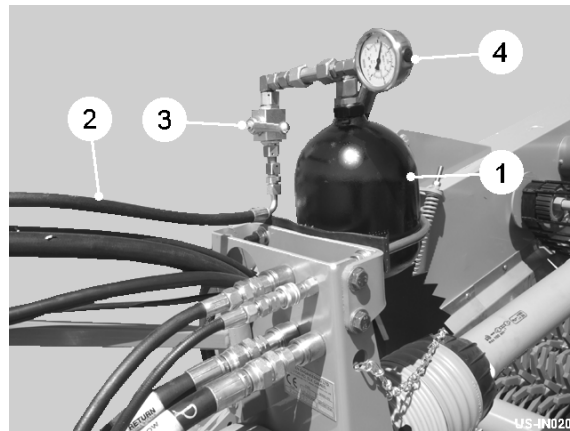

Fig 12
Dem hydraulischen Schock drawbar wird gepaßt, um die Maschine zu schützen, wenn in Erdebedingungen zu operieren, wo Blockieren begrub, vielleicht getroffen wird. Ein hydraulischer Zylinder innerhalb des drawbar setzte durch einen Akkumulator (item 1, fig 12) unter Druck. Das Design erlaubt es dem drawbar, sich um 200mm zu erstrecken. Nach 25mm von Bewegung aktiviert ein Nähsensor das Kontrollsystem, das gleichzeitig die Baggereinheit anhebt und den Querförderer und den Vari-Fluss stoppt. Nach Aktivierung, setzen Sie die maschinellen Elemente mit Hilfe des Kontrollkästchens fort. Der drawbar muß unter Druck vor dem Beginnen von der Arbeit sein.
Den Akkumulatordruck zu reparieren, den Schlauch (item 2, fig 12) mit dem Traktorspulenventil zu verbinden und das Akkumulatorenventil zu öffnen (item 3, fig 12). Öffnen Sie das Traktorspulenventil, während Sie das Manometer (item 4, fig 12) ansehen. Sobald der Druck 65 bar erreicht, schließen Sie sofort das Spulenventil, und dann das Akkumulatorenventil. Falls notwendig, reduzieren Sie den Druck mit Hilfe des Akkumulatorenventils. Der drawbar ist jetzt zu Bedienung bereit. Wenn, wegen sich unterscheidender Erdebedingungen werden 65 bar gefunden, niedrig zu sein, und der drawbar erstreckt sich in normale Arbeit, erhöhen Sie den Druck durch Zuwachse von 10 bar, bis der drawbar statisch ist. **Übersteigen Sie nie 120 bar.** Wenn der drawbar immer noch nicht korrekt funktioniert, wenn der maximale Druck erreicht wird, konsultieren Sie Ihren Standen-Händler für weiteren Rat.